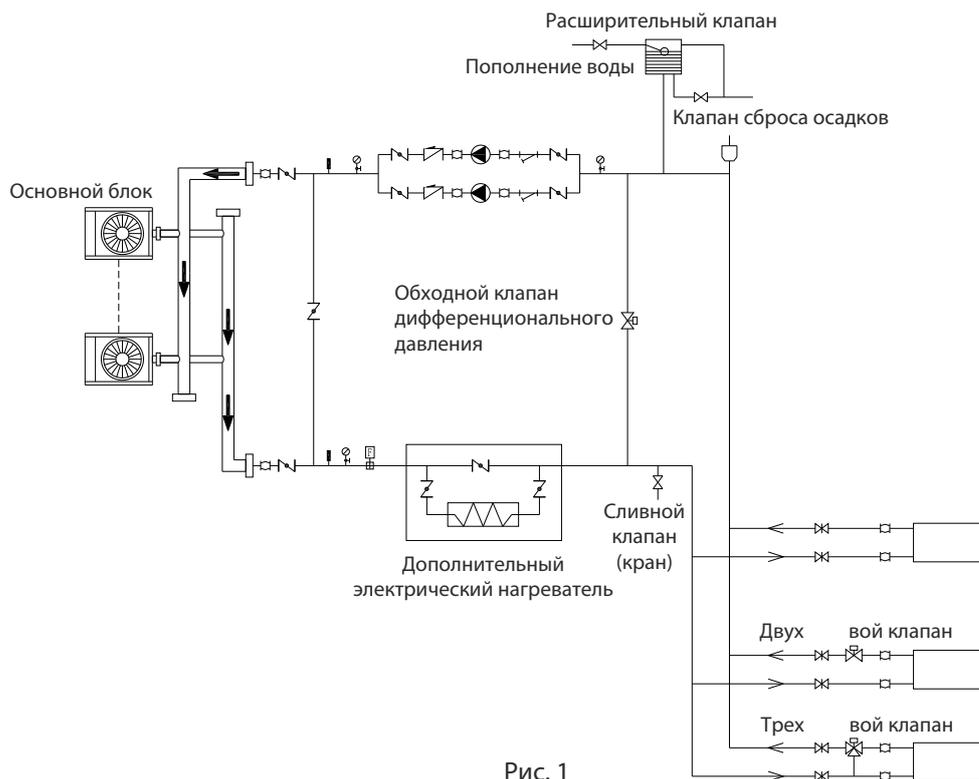
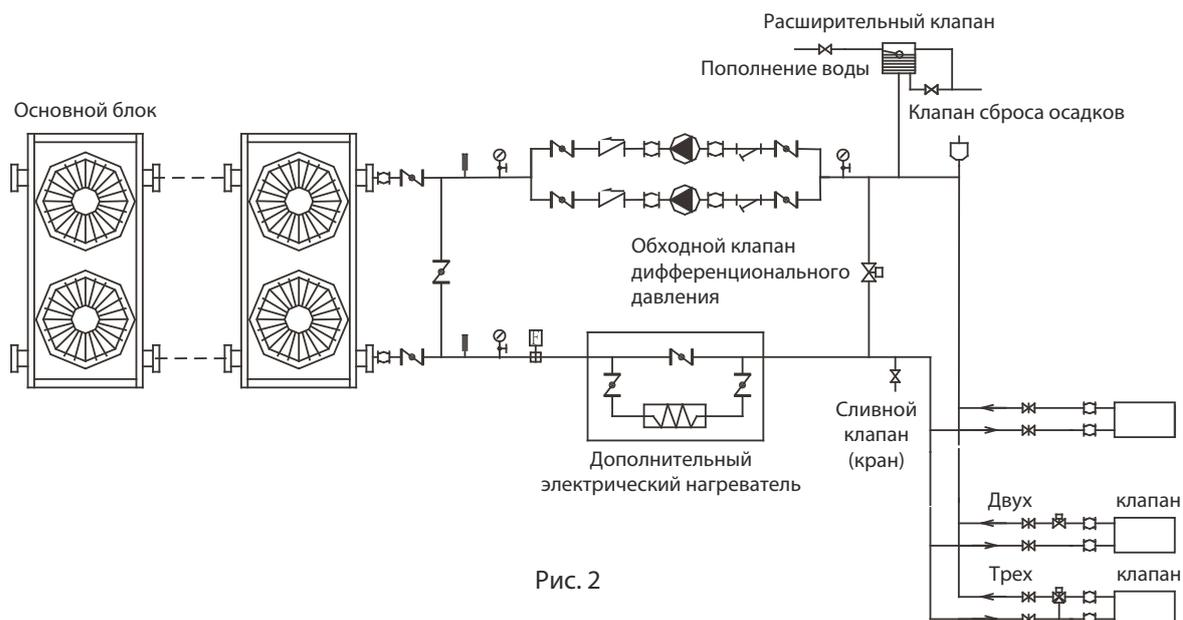
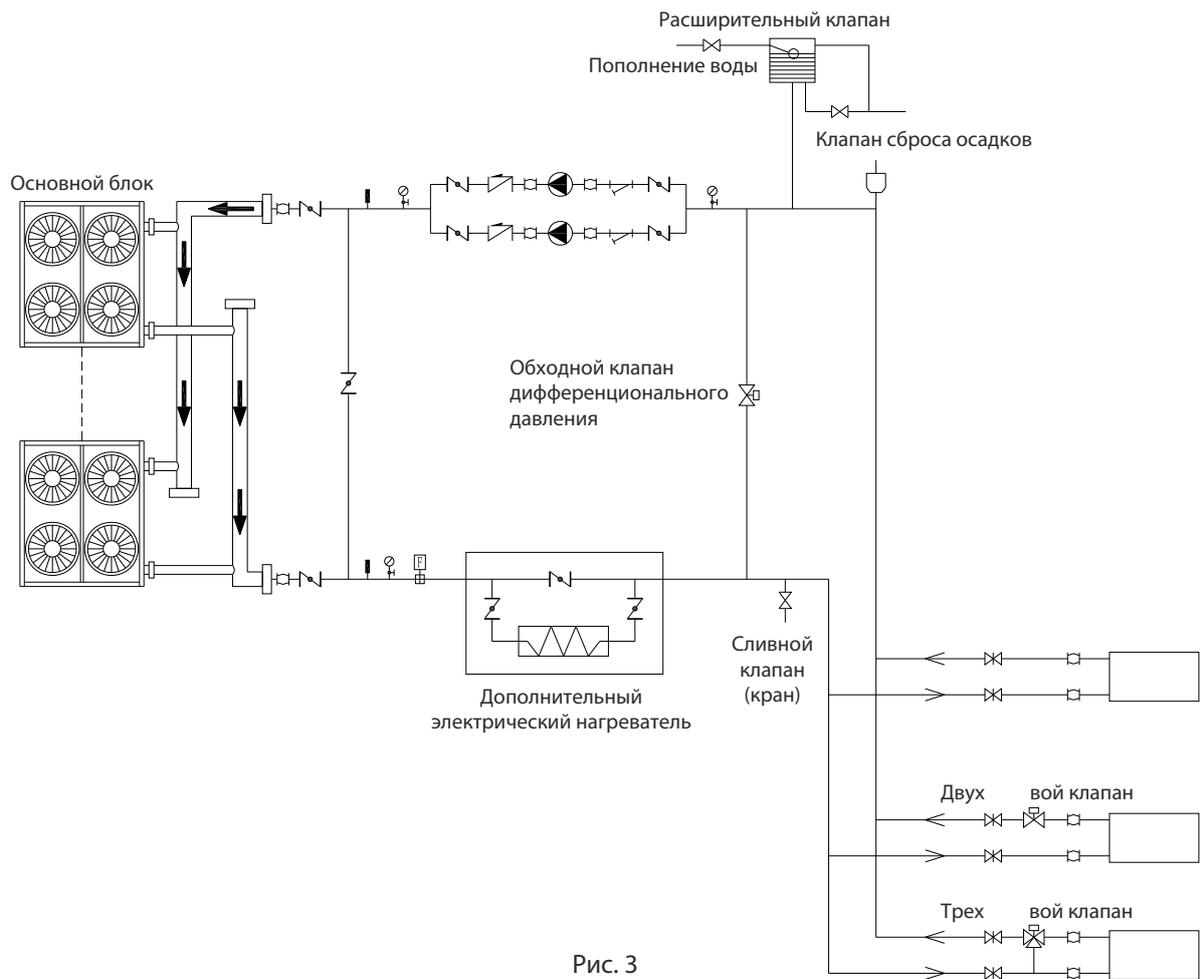

Рис. 1
Рис. 2
Рис. 3
- h. Обводные (байпас) трубы и клапаны, как показано на рис. 1, рис. 2 и рис. 3 должны быть установлены для теплообменника, чтобы облегчить очистку внешней системы водяного прохода до регулировки блока. Во время технического обслуживания, водопровод теплообменника может быть отрезан, не нарушая работу других теплообменников.